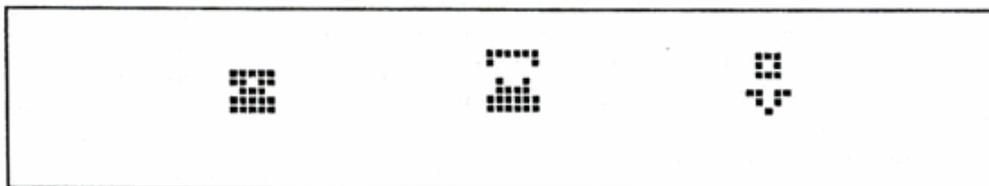

Рис.7
Как указывалось в параграфе 4-2, LCD состоит из двух (2) строчек по шестнадцать (16) символов в каждой. Первый символ верхней строчки (слева) - это позиция, в которой высвечивается один из трех специальных символов. На Рис.7 представлены эти три символа в том виде, как они выглядят в принятом формате точечной матрицы.
Третий символ, изображенный на Рис.7 называется Нулевое Напряжение и появляется в первой позиции верхней строчки дисплея, когда потенциалы обоих тестовых шнуров одинаковы. Этот символ появляется, когда тестовые концы никуда не присоединены или on idle ground start trunks. Такой символ может также высветиться в другой позиции записи вызова, как это будет описано в параграфе 4-6.